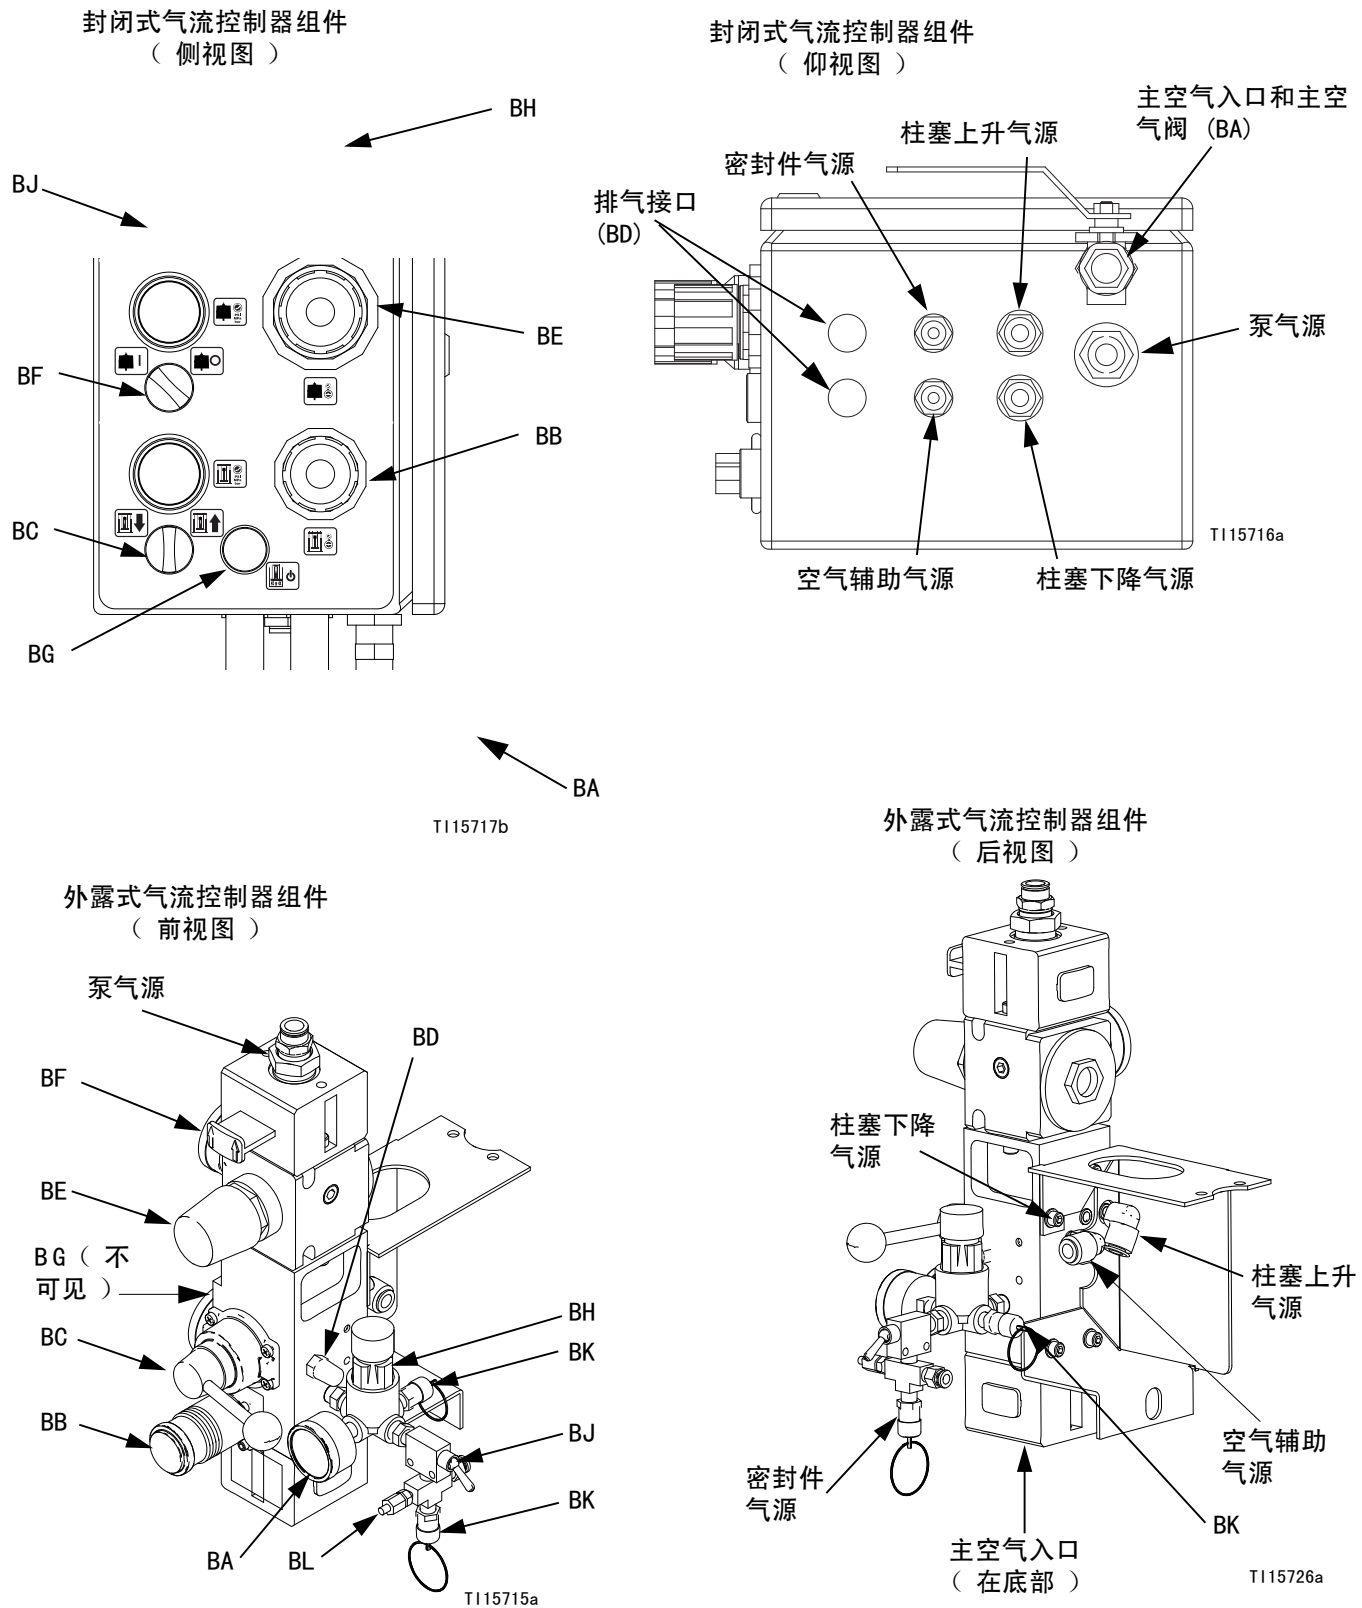

图 3. 气流控制器组件
- H 封闭式气流控制器（参见图 3，还可提供外露式气流控制器）。
参见图 3。封闭式气流控制器空气入口尺寸为 1/2 npt (内螺纹)，外露式气流控制器空气入口尺寸为 3/4 npt (内螺纹) 集成气流控制器包括：
- 主空气阀 (BA)：打开和关闭系统空气。当关闭时，该阀释放下游压力。
- 柱塞空气调节器 (BB)：控制柱塞上升和下降压力。
- 柱塞导向器开关 / 阀 (BC)：控制柱塞方向。
- 配备消声器 (BD) 的排气接口
- 空气马达调节器 (BE)：控制马达的气压。
- 空气马达开关 / 滑阀 (BF)：打开和关闭空气马达空气。当关闭时，该阀释放其与空气马达之间的残留空气。
- 空气辅助阀 (BG)：打开和关闭空气，以将柱塞板推出空料桶。使用管路空气。
- 充气密封件空气调节器 (BH)：控制充气密封件的气压。
- 充气密封件开关 (BJ)：控制柱塞板密封件的充气和放气。
- 空气泄压阀 (BK)：自动释放过高的压力。
- 密封件放气阀 (BL)：需要时释放充气密封件中的空气以适应料桶渐变的直径。有关外露式气流控制器组件的内容请参见图 3。对于封闭式气流控制器组件来说，放气阀位于控制器内。请参见图 4 (第 16 页)。
- 带针阀的消声器 (BN)：可调节柱塞板下降的速度。位于封闭式气流控制器组件箱内。由于外露式气流控制器组件的柱塞速度可由导向阀调节，因而不需要该部件。
1. 封闭式气流控制器：参见图 3。关闭空气马达开关 (BF)。
外露式气流控制器：参见图 3。关闭空气马达滑阀 (BF)。
2. 将柱塞空气导向调节器调回到零位。将柱塞导向开关 / 阀 (BC) 调至“下降”位置。柱塞将缓慢下降。
4. 关闭充气密封件开关 (BJ)。
6. 关闭主空气阀 (BA)。
请参见图 3 (第 12 页)。